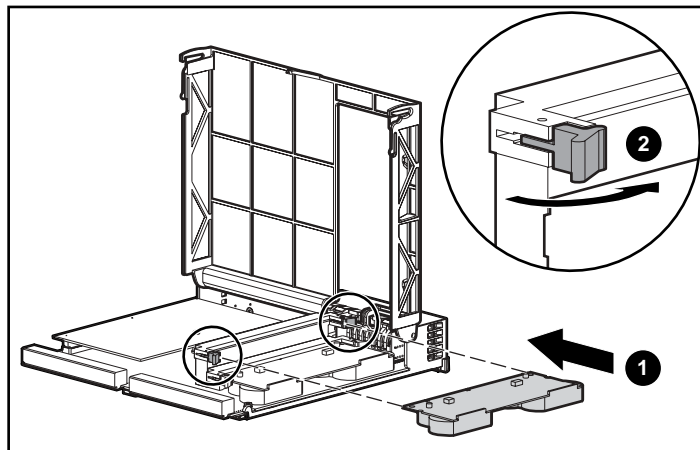

Figura 4: Installazione del modulo cache
6. Installare la nuova cache del controller MSA1000 inserendola nel controller ❶. Assicurarci che i fermi laterali siano completamente agganciati ❷. Vedere la Figura 4.